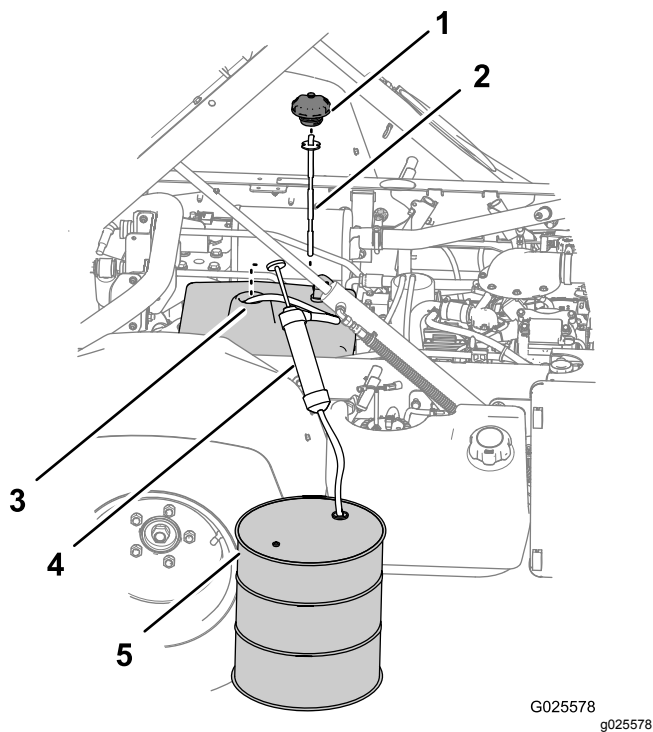

Рисунок 82
3. Снимите крышку и извлеките масломерный щуп из заливной горловины гидравлического бака (**Рисунок 82**).
4. Проложите входной шланг сифонного оборудования через заливную горловину гидравлического бака и к его нижней части (Рисунок 82).
5. Направьте сливной шланг сифонного оборудования в контейнер для сбора (Рисунок 82) объемом 11,4 л (для модели, отличной от ТС) или объемом 18,9 л (для модели, отличной от ТС, с комплектом высокопроизводительной гидравлики (дополнительным) или модели ТС).
7. Снимите сифонное оборудование с гидравлического бака (Рисунок 82).
8. Залейте 7,5 л (для модели, отличной от ТС) или 15,1 л (для модели, отличной от ТС, с комплектом высокопроизводительной гидравлики (дополнительным) или модели ТС) гидравлической жидкости указанного типа в гидравлический бак (Рисунок 82).
9. Установите щуп и крышку на заливную горловину гидравлического бака (Рисунок 82).